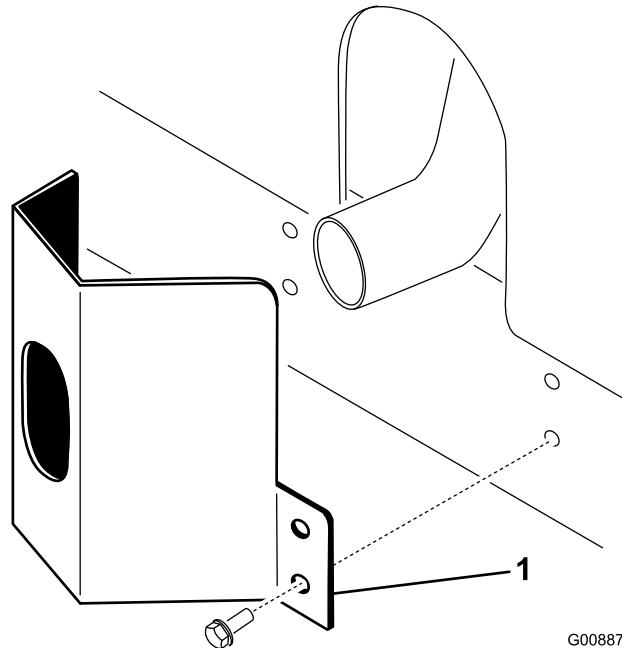

Figura 36
1. Coloque el protector del tubo de escape alrededor del silenciador, alineando los taladros de montaje con los del bastidor (Figura 36).
2. Fije el protector al bastidor con 4 tornillos autorroscantes (Figura 36).